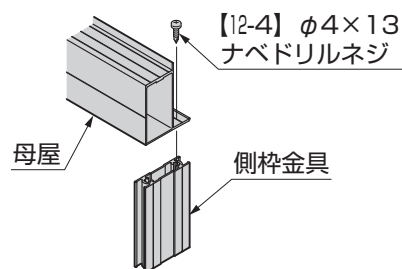

図6-2
②加工した母屋に側枠金具を【12-4】で取付けてください。(図6-2参照)